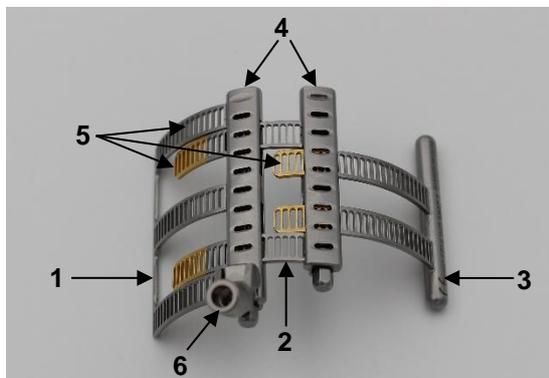

Abb. 1a: Treede Maxposition Blatt
Das größenverstellbare Treede Maxposition Blatt (Abb. 1a) besteht aus drei Elementen unterschiedlicher Größe: Basiselement (1), primäres Element (2) und sekundäres Element (3) (Abb. 1b). Ein Element setzt sich aus Kastenmodul (4) und Fächerblätter (5) zusammen (Abb. 1a). Mithilfe eines geeigneten Schraubendrehers, z. B. der Kardan Schraubendreher Torx LMT-4T (siehe Abschnitt 8) *Erforderliches Zubehör*, werden die Fächerblätter über die Zahnradachse, die sich innerhalb des Kastenmoduls (4) befindet, verstellt und es lässt sich die gewünschte Spreizweite einstellen.